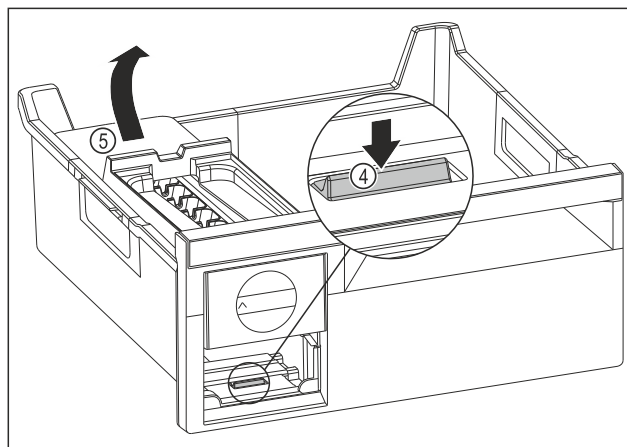

Fig. 171
- ▶ EasyTwist-Ice-Korpus entnehmen: Lasche Fig. 171 (4) mit Finger nach unten drücken und gleichzeitig mit der anderen Hand den EasyTwist-Ice-Korpus Fig. 171 (5) von hinten anheben.